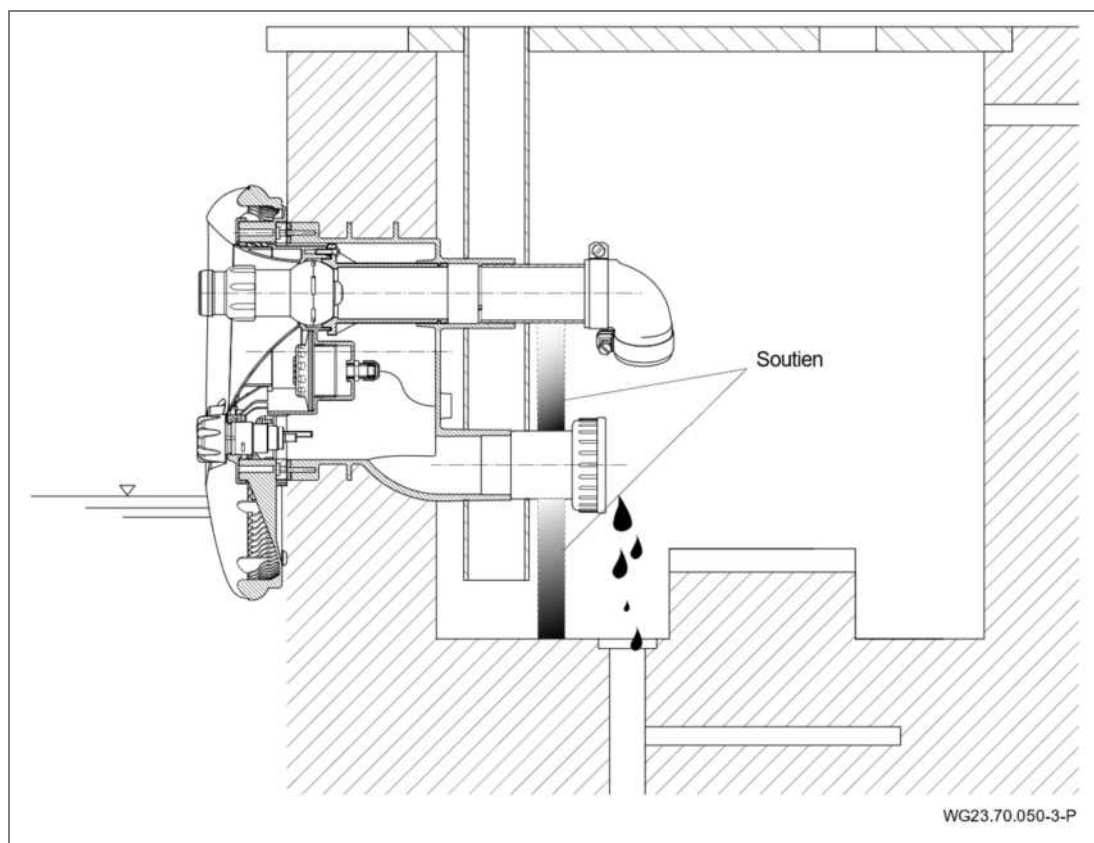

Fig. 26
- 3. Soulager les tuyauteries d'aspiration et de refoulement par des supports. Voir "Fig. 26", page 44.